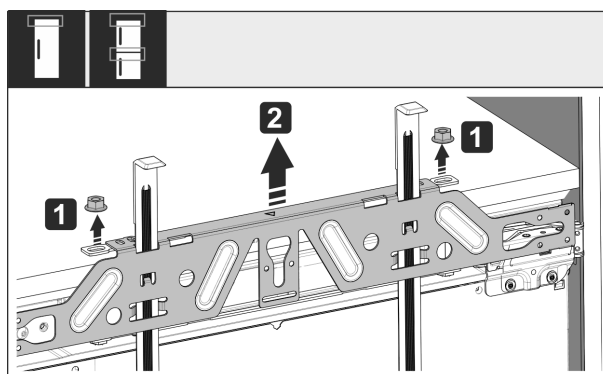

Fig. 58
- Shtrengoni kundërdadot Fig. 58 (1).
- Hiqni traversën e mbërthimit Fig. 58 (2).